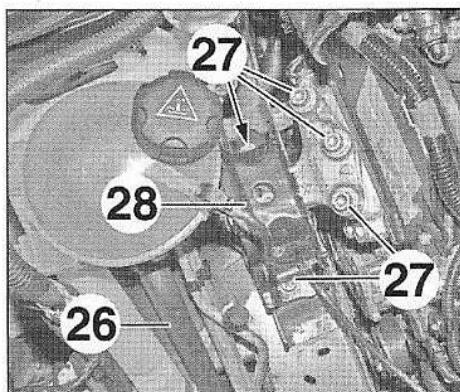

FIG.157
- Débrancher la durit (26) (Fig.157).
- les vis (27),
- le silentbloc moteur droit (28).